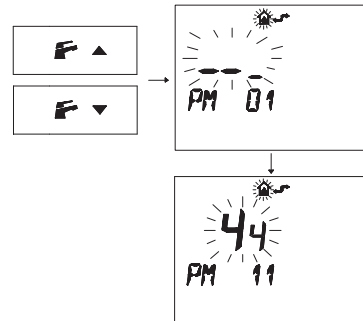

Figura 5.58
- Premere i pulsanti  $\mathbb{F}$  o  $\mathbb{F}$  per visualizzare la programmazione "PM11" della postcircolazione pompa (Figura 5.58).